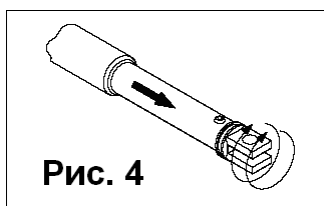

Рис. 4
- 4) Выдвинуть шток до упора (рис. 4).
- 6) Шток повернуть на два оборота по часовой стрелке (рис. 4).